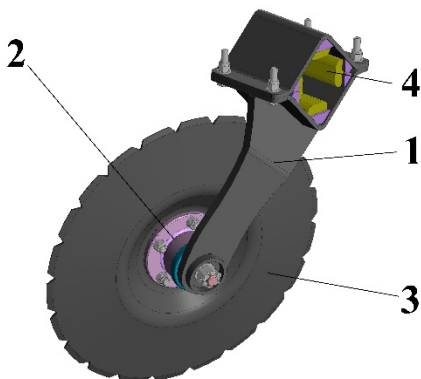

Рисунок 3 – Режущий узел
3.3 Режущий узел (рисунок 3) предназначен для подрезания, скола и разрыхления пласта. Является основным рабочим органом орудия. Состоит из стойки 1, ступицы 2, диска 3 и эластомерных демпферов 5.